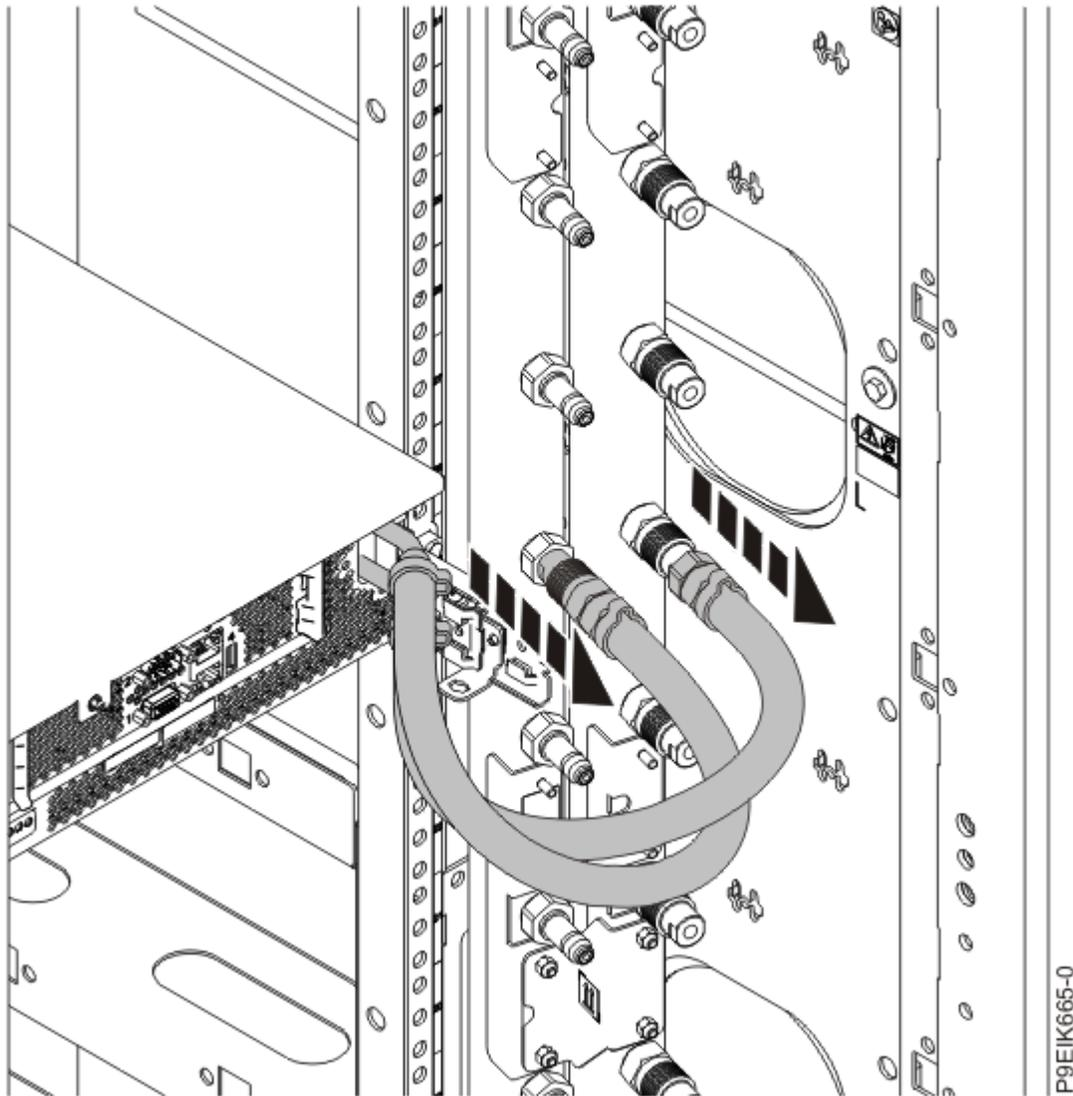

Figura 65. Desligar as mangueiras
2. Para o sistema refrigerado por água, etiquete e desligue as mangueiras no colector. Puxe o acoplamento para si para desligar as mangueiras, tal como apresentado na Figura 65 na página 105.